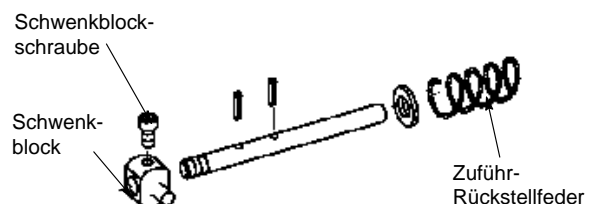

Abb. 4
3. Entfernen Sie die Einstellschraube für die Zuführstange aus dem Applikator. Die Zuführ-Rückstellfeder, der Schwenkblock und die Schwenkblockschraube werden anschließend wieder verwendet. Siehe Abbildung 4.